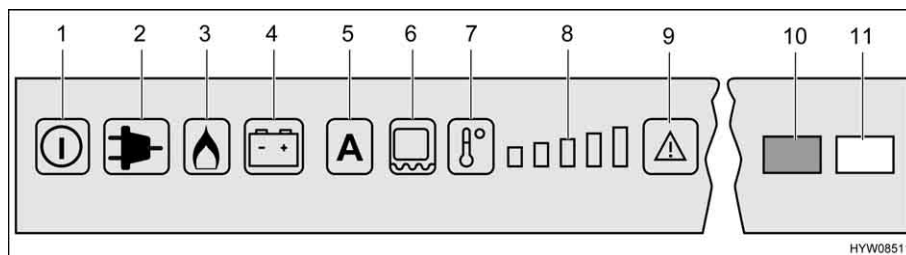

Fig. 139 Elementi di comando per il frigorifero (Dometic RMD)
Se è impostata la modalità di funzionamento "AES", la tensione a 230 V **non** è allacciata e il motore del veicolo è **spento**, il sistema AES seleziona il rifornimento di gas. Selezionando il funzionamento a gas, il dispositivo di sicurezza si apre automaticamente, così che il gas possa fluire al bruciatore. Contemporaneamente si inserisce l'accenditore elettronico. Se la fiamma del gas si spegne, p. es. a causa di un colpo di vento, l'accenditore viene subito azionato riaccendendo il gas. In caso di guasto del funzionamento a gas, lampeggiano i tasti luminosi "Gas" (Fig. 139,3) e "Guasto" (Fig. 139,9). La spia di controllo "Guasto" (Fig. 139,10) è accesa e viene emesso un allarme acustico per 20 secondi.
Dopo l'accensione il frigorifero seleziona automaticamente la regolazione intermedia del termostato. Questa regolazione può essere modificata manualmente tramite il tasto di selezione del livello di temperatura (Fig. 139,7). Le spie di controllo (Fig. 139,8) indicano la temperatura selezionata sul termostato. Il tasto di selezione del livello di temperatura permette di regolare la temperatura di refrigerazione per tutti e tre i tipi di energia. Ci vogliono alcune ore prima che il frigorifero raggiunga la temperatura normale di esercizio. Cambiando la modalità di funzionamento la regolazione del termostato non viene modificata. La temperatura di refrigerazione è indipendente dal tipo di energia utilizzata.
- Accendere il riscaldamento del telaio per 2 ore: Premere una volta il tasto (Fig. 139,6). Sull'indicazione dei gradi di temperatura (Fig. 139,8) si accende una barra.
- Accendere il riscaldamento del telaio per 5 ore: Premere due volte il tasto (Fig. 139,6). Sull'indicazione dei gradi di temperatura (Fig. 139,8) si accendono due barre.
- Regolazione del riscaldamento del telaio ad esercizio continuo: Premere tre volte il tasto (Fig. 139,6). Sull'indicazione dei gradi di temperatura (Fig. 139,8) si accendono tre barre.
L'indicazione dei gradi di temperatura (Fig. 139,8) indica per alcuni secondi la durata di esercizio del riscaldamento del telaio.
Nel caso di temperature esterne ed umidità dell'aria elevate è possibile che si formino gocce d'acqua sul telaio in metallo del vano congelatore. Per questo motivo il frigorifero è dotato di un riscaldamento del telaio per il vano congelatore. Nel caso di temperature e umidità dell'aria elevate, accendere il riscaldamento del telaio con il tasto (Fig. 139,6). È possibile così evitare fenomeni di corrosione. Quando il riscaldamento del telaio è acceso, si accende il tasto luminoso (Fig. 139,6).
- Premere il tasto On/Off (Fig. 139,1) per circa 2 secondi. Il frigorifero si accende e viene visualizzato l'ultimo tipo di energia impostato, oppure "AES".
- Impostare la temperatura di refrigerazione con il tasto di selezione del livello di temperatura (Fig. 139,7). Le spie di controllo (Fig. 139,8) indicano la temperatura selezionata sul termostato.
- Premere il tasto On/Off (Fig. 139,1) per circa 2 secondi. Il frigorifero si spegne e le indicazioni smettono di lampeggiare.